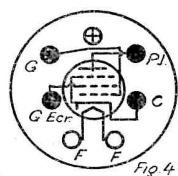

Fig 4
La figure 4 indique les correspondances entre les électrodes et le culot à 7 broches.
D) Variation bi-logarithmique (fig. 4). — Employé pour le réglage « combiné » sur l'antenne et sur la polarisation.